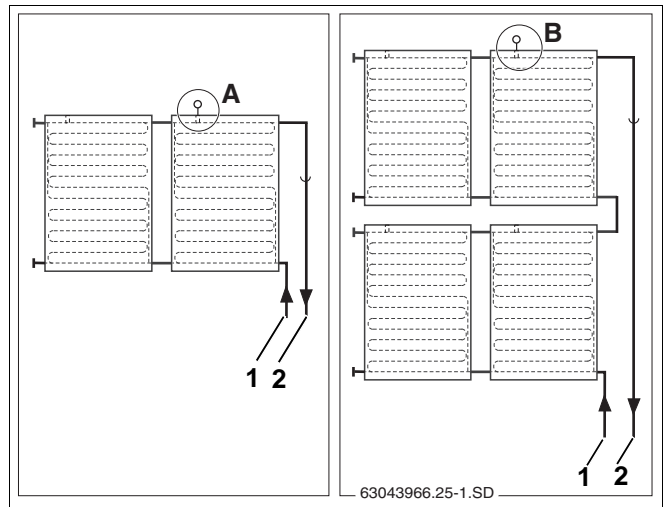

Fig. 53 Monteringssted solfangerføler (skematisk visning)
Bemærk monteringsstedet ved solfangersystemer i en eller to rækker (fig. 53).
Solfangerføleren skal monteres i solfangeren med den tilsluttede fremløbsledning (fig. 53, **pos. 2**).
- Monteringssted (fig. 53, **pos. A**) ved solfangersystem i én række.
- Monteringssted (fig. 53, **pos. B**) ved solfangersystem i to rækker.